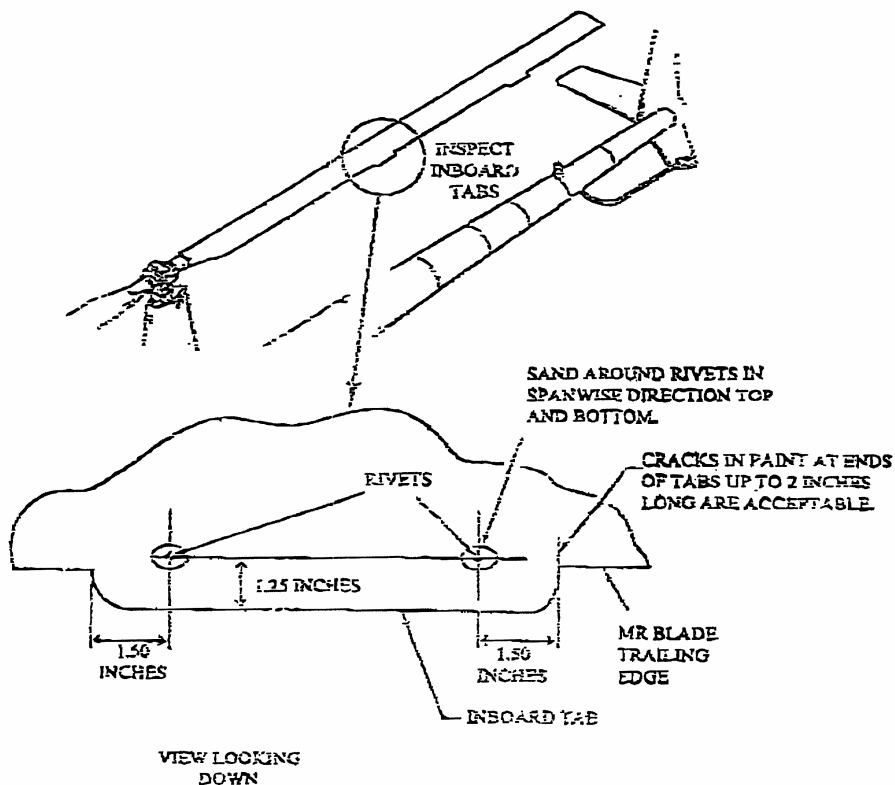

Figure 1
1. 在5个飞行小时内，参照图1，对内侧配平片调整铆钉周围的桨叶蒙皮进行染色渗透检查：